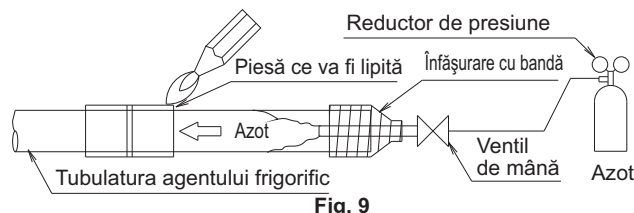

Fig. 9
- Când lipiți tubulatură agentului frigorific, dezlocuiți cu azot mai întâi sau efectuați lipirea (PRECAUȚIA 2) în timp ce introduceți azot în tubulatură agentului frigorific (PRECAUȚIA 1), și în final racordați unitatea interioară utilizând racordurile mandrinate. (Consultați Fig. 9)